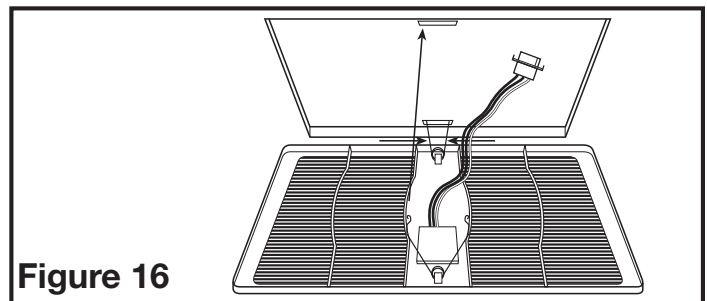

Figure 16
- 6b. **MODÈLES DÉTECTION DE MOUVEMENT:** Installez la grille en pressant le ressort le plus loin possible du détecteur de mouvement et installez-le dans la fente la plus éloignée du compartiment de fil sur le logement du ventilateur. Attachez le cordon de 3 broches à connexion rapide à partir du capteur de mouvement sur le gril soit au câblage installé à l'étape 2a (les modèles à une vitesse) ou au connecteur de la partie supérieure du compartiment de fil (modèles à deux vitesses). Ce cordon ne s'adapte que d'une seule façon dans le connecteur. Installez l'autre ressort en place et poussez la grille en position (Figure 16).